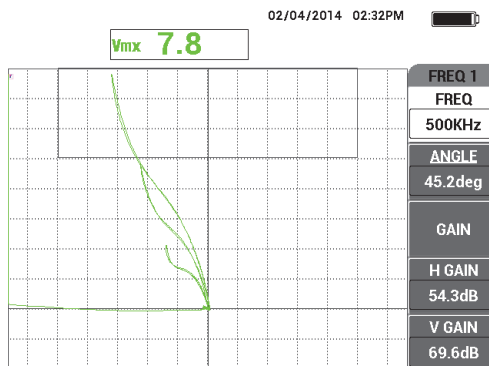

Abbildung 5-7 Letzte Justierprüfung
9. Drücken Sie die Direktzugriffstaste FREEZE (❄), um den Bildschirm wieder freizugeben, koppeln Sie die Sonde an den Justierkörper und drücken Sie die Direktzugriffstaste A-LIFT NULL (⊕). Prüfen Sie dann den Justierkörper, um eine letzte Justierprüfung durchzuführen (siehe Abbildung 5-7 auf Seite 139). Sind die Signale nicht zufriedenstellend, wiederholen Sie die Schritte 5–8.